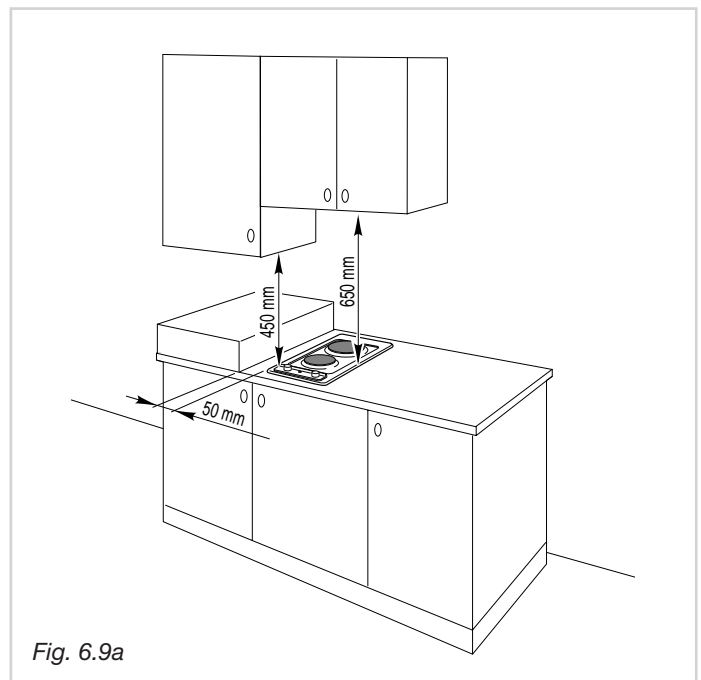

Fig. 6.9a
- No caso que sobre o fogão haja um pênsil ou uma capa de exaustão mantenha, entre a grelha do fogão e o mesmo pênsil ou capa de exaustão, uma distância mínima igual a 650 mm (fig. 6.9a - 6.9b).